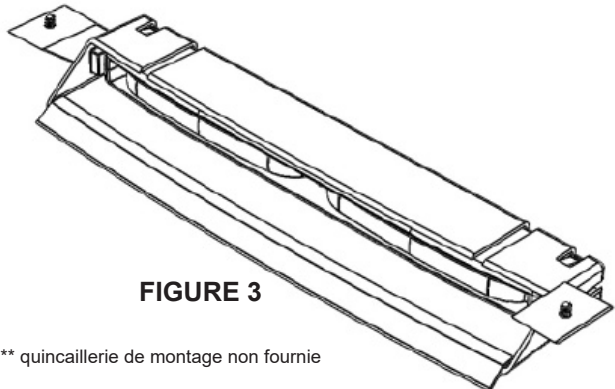

FIGURE 3
9. Insérer les vis fournies dans le mécanisme de verrouillage de la tête d'éclairage, comme indiqué à la figure 3. Cela permet de maintenir les supports en position et la tête d'éclairage à l'angle souhaité.